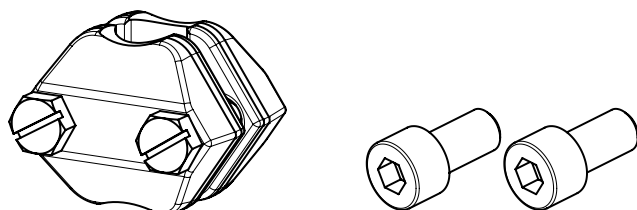

Bild 14: Anbausatz V2001
4. Antriebsstange ausfahren bis die Antriebsstange (3) an der Kegelstange (5) anliegt.
5. Die beiden Kupplungsteile (vgl. Bild 14) des Anbausatzes V2001 ansetzen und fest verschrauben.